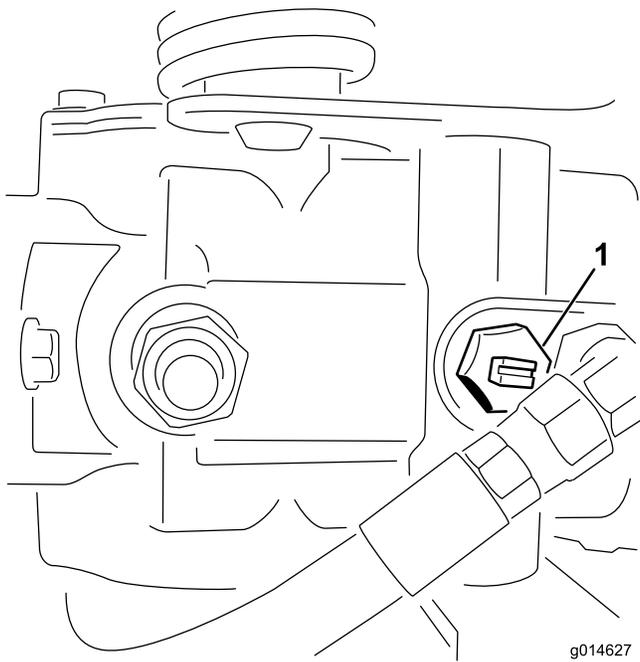

图41
1. 找到并旋转泵上的旁通阀，使槽处于垂直位置（图41）。
2. 启动发动机之前，旋转旁通阀，使槽处于水平位置，这样就可以关闭旁通阀（图41）。旁通阀打开时，切勿启动发动机。